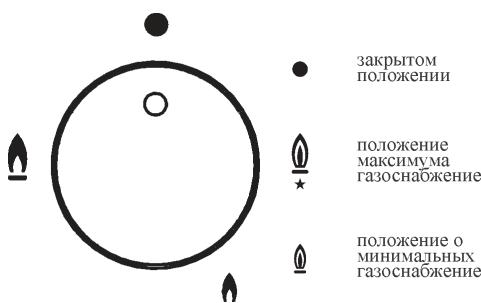

РИС. 1
Нажать и повернуть против часовой стрелки ручку, соответствующую используемой конфорке, установить ее в положение Максимум (большое пламя рис. 1) и нажать ручку до упора.
Для розжига конфорок, оснащенных системой газ-контроль, следует повернуть против часовой стрелки ручку, соответствующую используемой конфорке, установить ее в положение Максимум (большое пламя рис. 1), пока она не сможет поворачиваться дальше, а затем нажать ручку и произвести розжиг, как описано выше.
- После закипания переведите ручку в положение Минимум (маленько пламя рис. 1).
положение Максимум (большое пламя рис. 1).